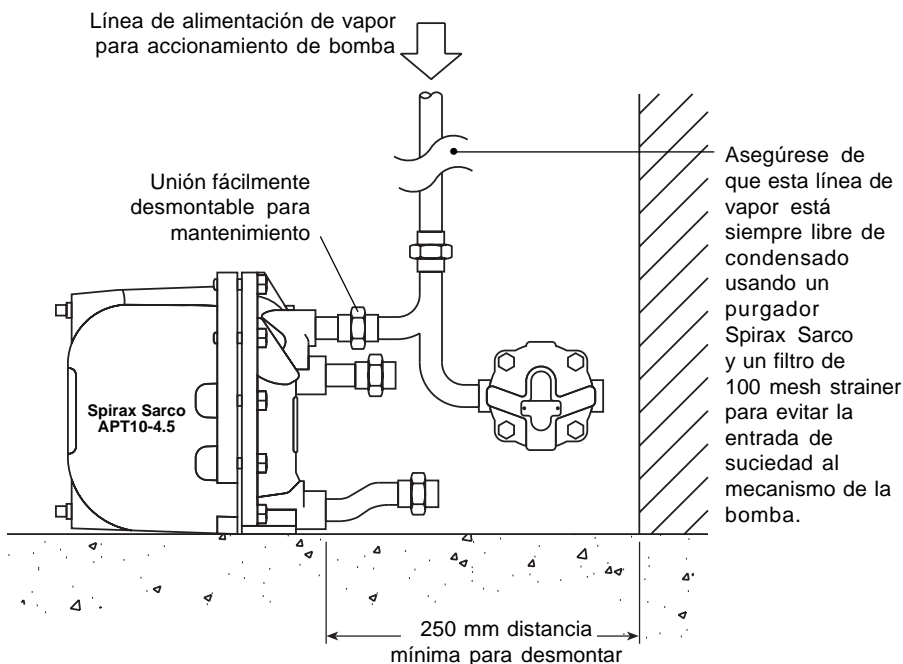

Fig. 4 Conexión sugerida de las tuberías de alimentación de vapor y de salida.
3.3 Conexiones (vea el diagrama de instalación Fig. 4)
4.1 Después de comprobar que las conexiones de entrada y salida están de acuerdo con la Fig.4 y 5, abra despacio la línea de vapor vivo para dar presión a la APT10-4.5. Asegúrese de que la línea de escape/descarga está abierta y no tiene obstáculos.